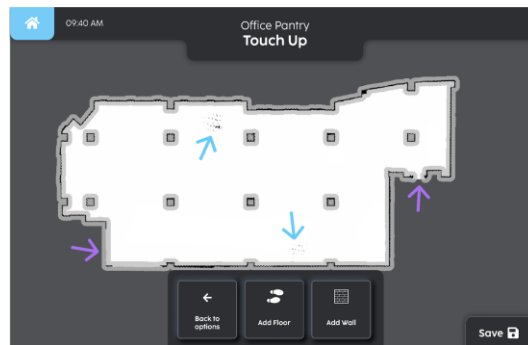

FIGURE 4-11
1. Retoucher la Carte (Fig. 4-11)